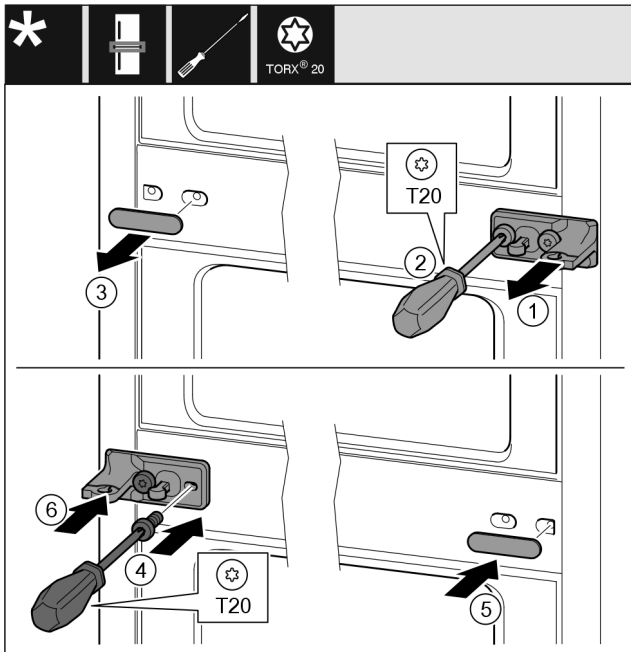

Fig. 14
- ▶ Scheibe Fig. 14 (1) abziehen.
- ▶ Schrauben Fig. 14 (2) mit Schraubendreher herausdrehen.
- ▶ Abdeckung Fig. 14 (3) vorsichtig abziehen.
- ▶ Lagerbock mit Folie Fig. 14 (4) um 180° gedreht auf der anderen Seite fest anschrauben.
- ▶ Abdeckung Fig. 14 (5) um 180° gedreht auf der anderen Seite anbringen.
- ▶ Scheibe Fig. 14 (6) von vorn aufschieben.